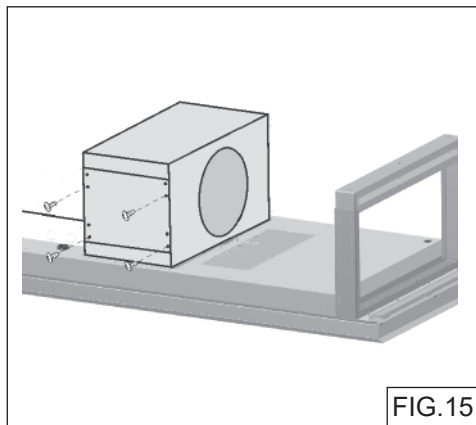

FIG.15
- Retire (4) tornillos de los lados de la caja del ventilador (Fig.15).